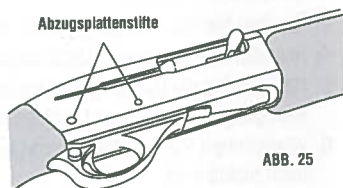

ABB. 25
- Klopfen Sie die vorderen und hinteren Abzugsplattenstifte heraus. Siehe Abb. 25 auf Seite 17.
16. Klopfen Sie die vorderen und hinteren Abzugsplattenstifte heraus. Siehe Abb. 25.